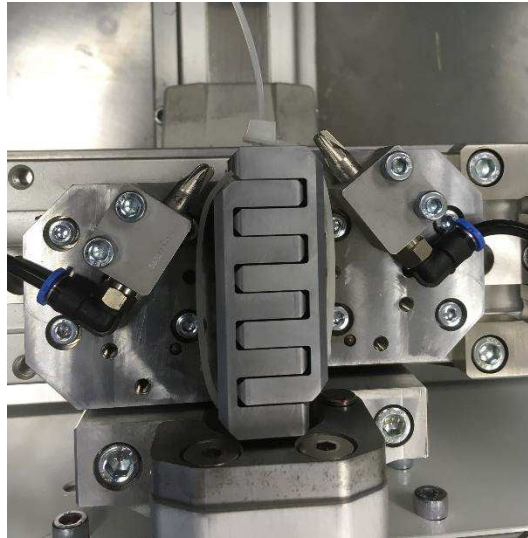

Abbildung 56
- (6) Entfernen Sie den Kabelbinder, der die Greiferbacken zusammenhält (siehe Abbildung 56).